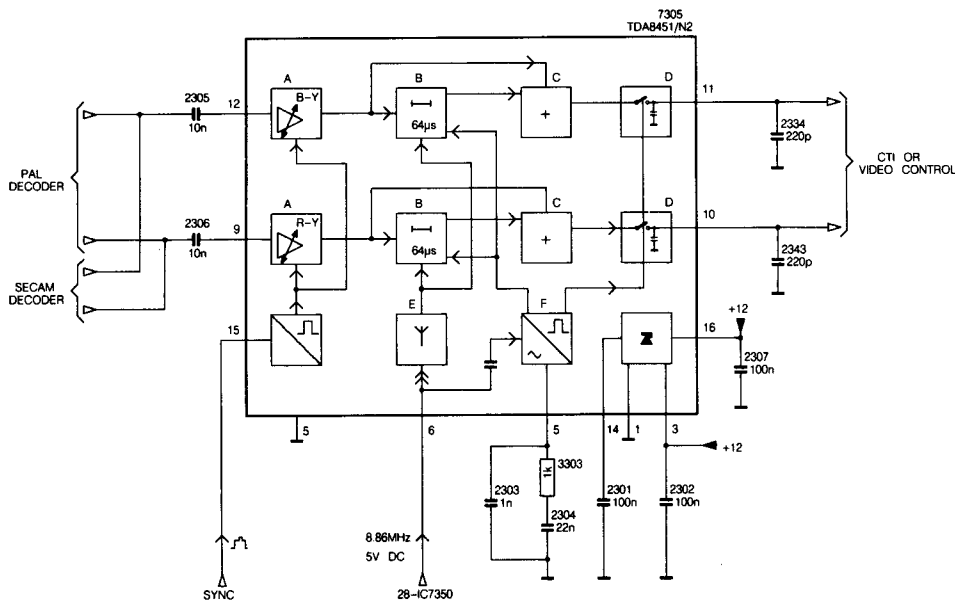

Bild 5.7
**5.6 Die Verzögerungsleitung (Bild 5.7)**